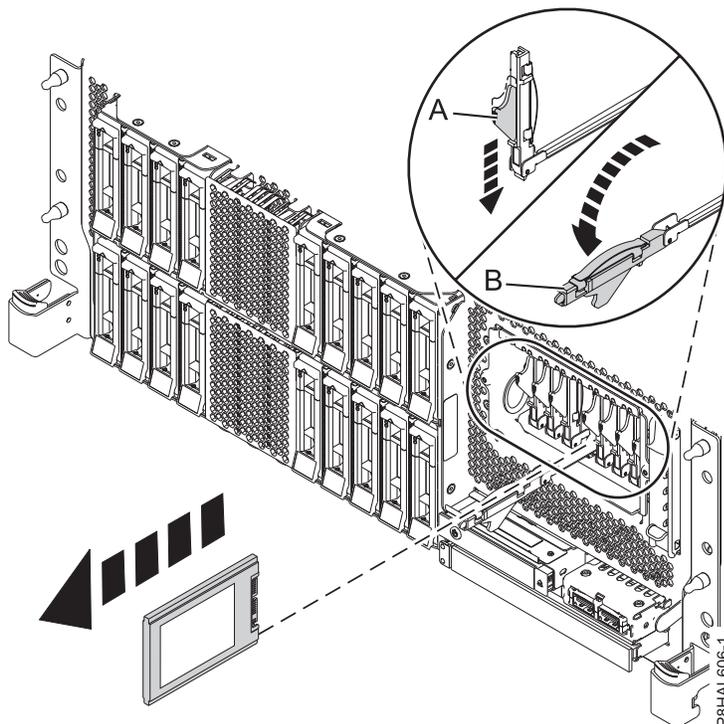
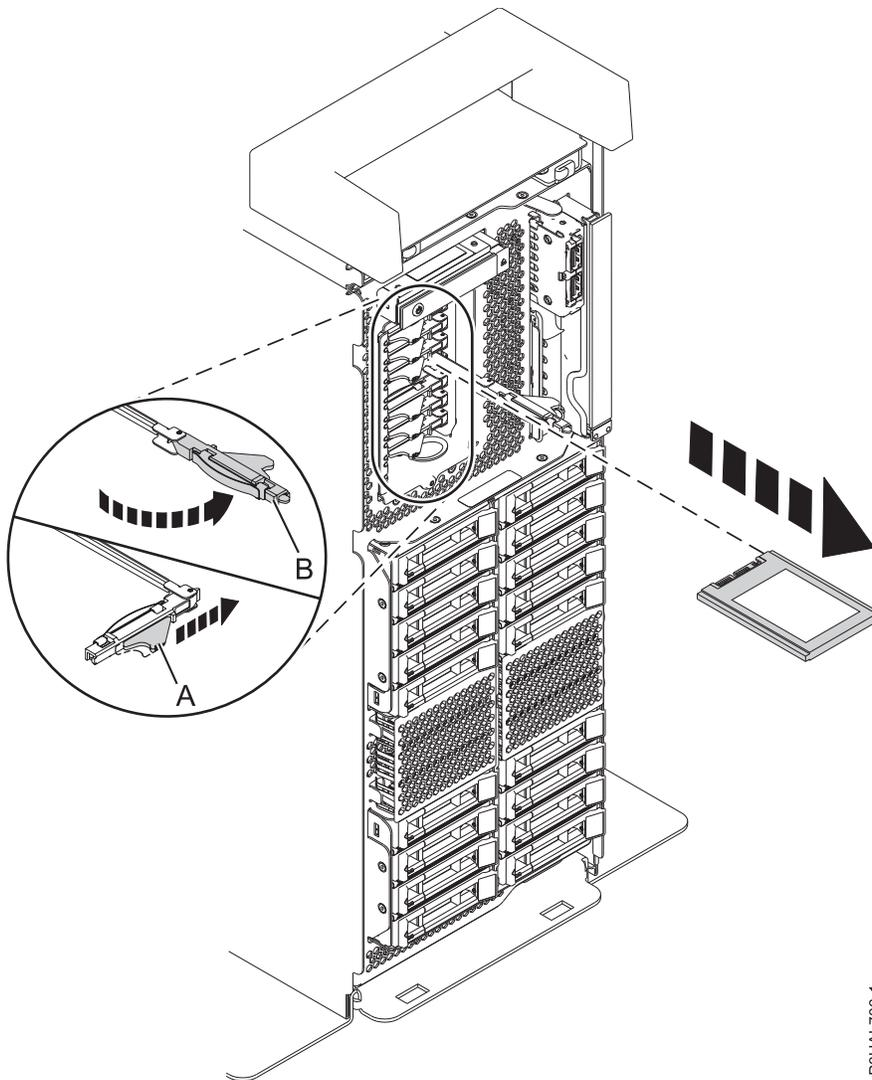

Abbildung 105. Solid-State-Laufwerk in einem Einschubsystem mit erweiterten Funktionen ausbauen
Abbildung 106. Solid-State-Laufwerk in einem Standalone-System mit erweiterten Funktionen ausbauen
13. Wenn die Kennzeichnungs-LED leuchtet, ohne zu blinken, entriegeln Sie den Griff des Laufwerks (B), indem Sie die Verriegelung (A) in die gezeigte Richtung schieben und den Griff des Laufwerks (B) zu sich hin nach außen ziehen. Siehe Abb. 105 und Abb. 106 auf Seite 120. Wird der Griff nicht ganz nach außen gezogen, lässt sich das Solid-State-Laufwerk nicht aus dem System schieben.